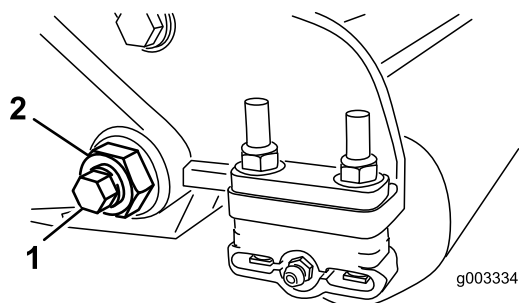

**Bild 27**
3. Lösen Sie an jeder Seite der Maschine die Klemmmutter, mit der die Schraube des Untermesserträgers befestigt ist (Bild 27).
4. Nehmen Sie jede Schraube des Untermesserträgers ab, damit der Untermesserträger nach unten gezogen und von der Maschine entfernt werden kann (Bild 27).